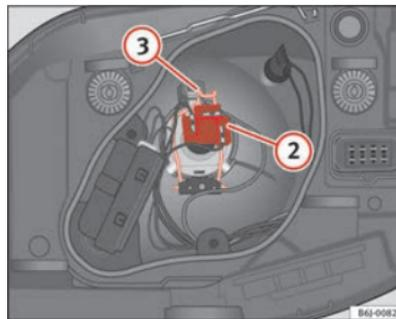

Fig. 140 Médios / máximos farol simples
- Retire o conector ⇒ página 227, fig. 140 ② da lâmpada.
- Desengate a mola de fixação ⇒ página 227, fig. 140 ③ pressionado-a para dentro e para a direita.